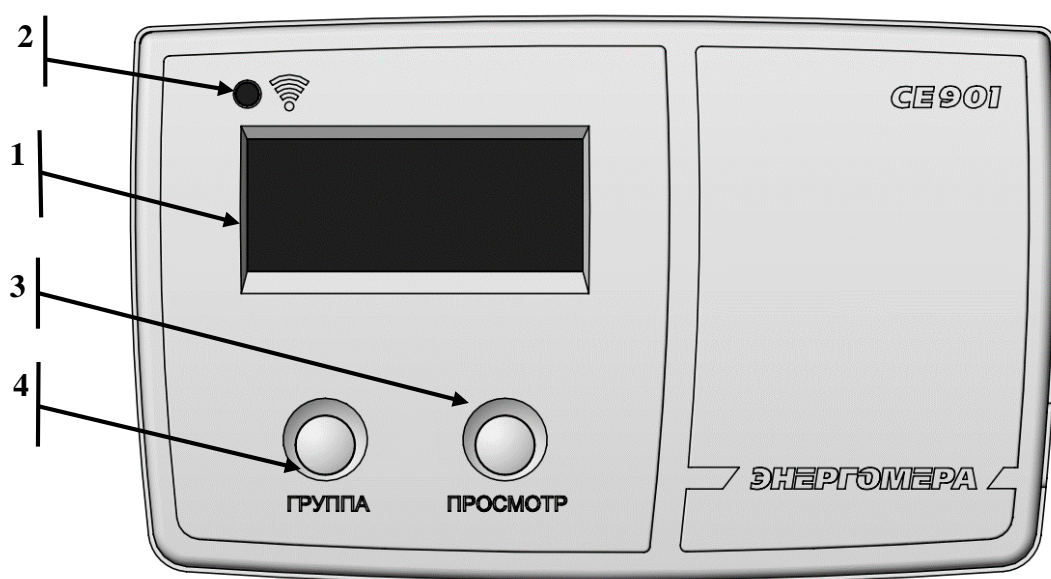

Рисунок 17 – Внешний вид устройства считывания счетчиков СЕ901 (внешнего дисплея).
3.8.4.5 Внешний вид индикаторного устройства СЕ901 (для счетчиков наружной установки) (см. рисунок 17):